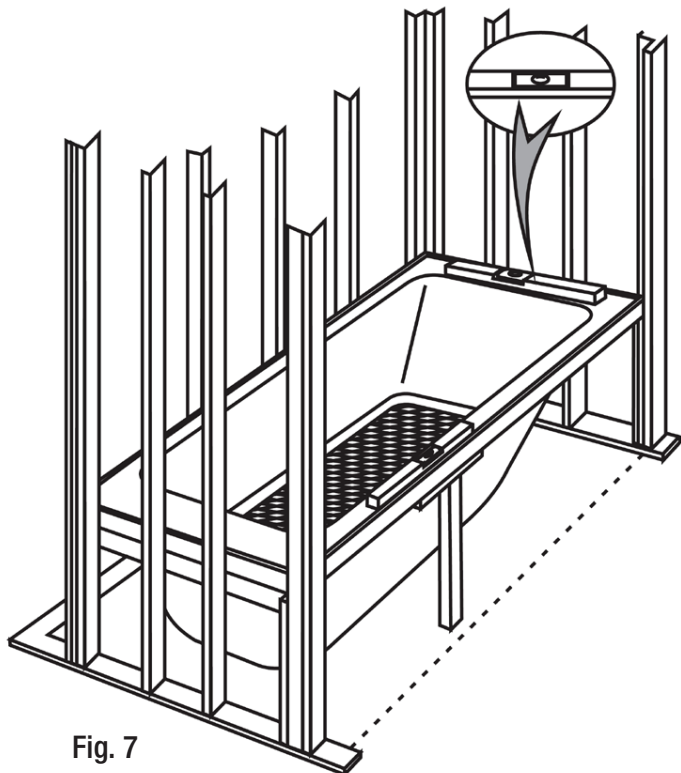

Fig. 7
13. La base de votre baignoire doit reposer dans un lit de mortier ou de plâtre. Étendez le mortier là où le cadre portera, au sol, en laissant un dégagement de 2 po (5,08 cm) autour de la région du tuyau d'évacuation. Appliquez un cordon d'adhésif sur le lattes pour assujettir le pourtour de la baignoire aux montants et aux T de renforcement. Mettez en place la baignoire, en vous assurant que le mortier se trouve comprimé tout le tour de la base. Vérifiez si l'installation est au niveau, comme à la Fig. 7, afin de garantir que l'unité est bien horizontale et repose très fermement sur le sol et contre les lattes.